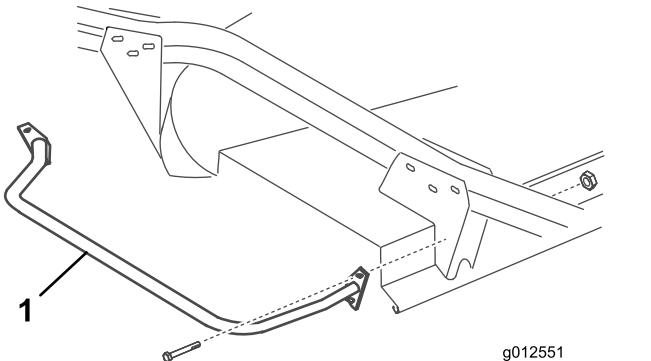

図 23
2. バンパーの前取り付けプレートの上穴を、キャスタームブラケットに固定するボルト5/16-18 x 3"とロックナットを使用する図 23。